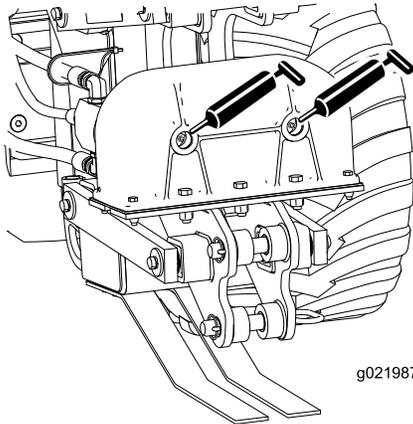
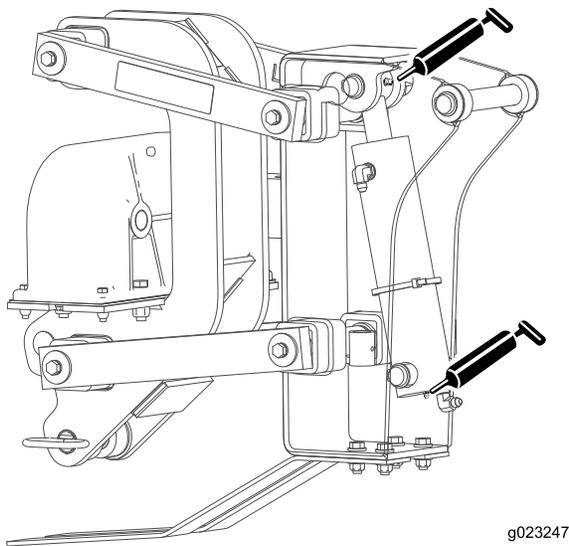

Figura 17
Figura 18
2. Conecte una pistola de engrasar a cada punto de engrase (Figura 17, Figura 18 y Figura 19).